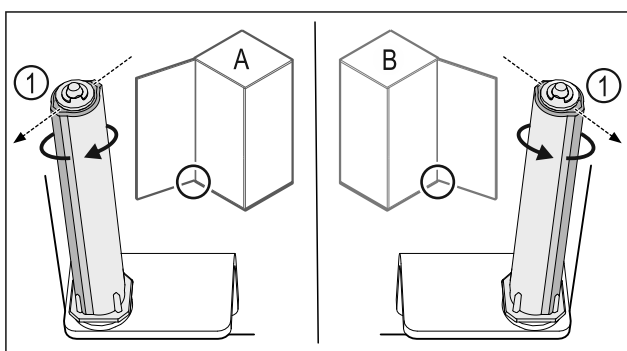

Fig. 55 Vänsterhängd (A)/högerhängd (B)
- Vrid låssystemet mot motståndet, tills låssystemets klack Fig. 55 (1) är vänd utåt.